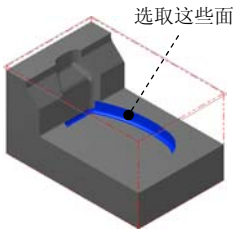

图 3.22 选取干涉面
(2) 单击**干涉面**区域中的**✎**按钮，选取图 3.22 所示的面为干涉面（共 7 个），然后按 Enter 键。单击**✓**按钮完成加工面的选取，同时系统弹出“曲面精加工浅平面”对话框。